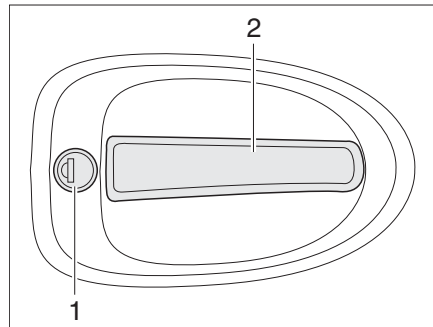

Bild 42 Türschloss Eingangstür, außen
- Schlüssel in Schließzylinder (Bild 42,1) stecken und drehen, bis das Türschloss entriegelt ist.
- Am Türgriff (Bild 42,2) ziehen. Die Tür ist geöffnet.
- Schlüssel in Schließzylinder (Bild 42,1) stecken und drehen, bis das Türschloss verriegelt ist.